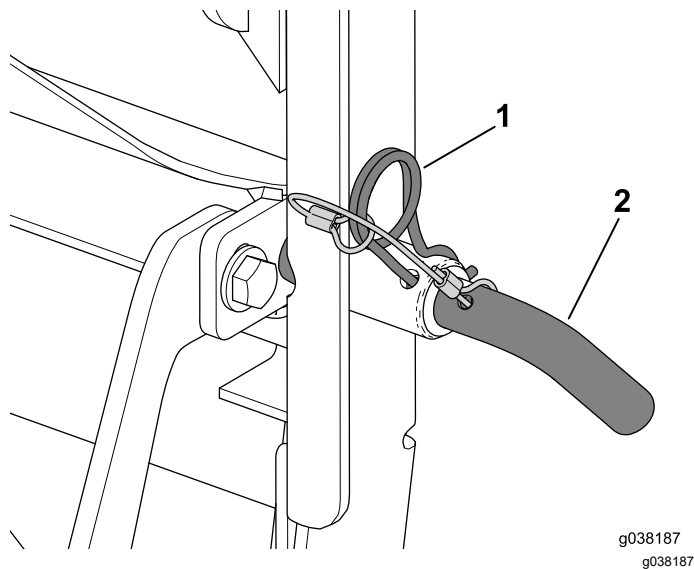

Figura 16
2. Introduzca el pasador de bloqueo a través del soporte del ensacador y el travesaño (Figura 16).
3. Utilice la chaveta para sujetar el pasador de bloqueo (Figura 16).